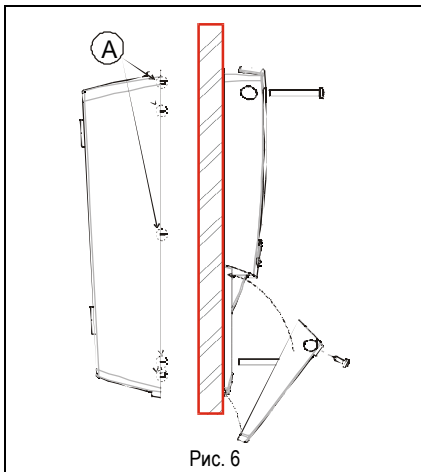

Рис. 6
4. Срежьте с задней части контроллера Cool Mate выступы, показанные на Рис. 6, А.